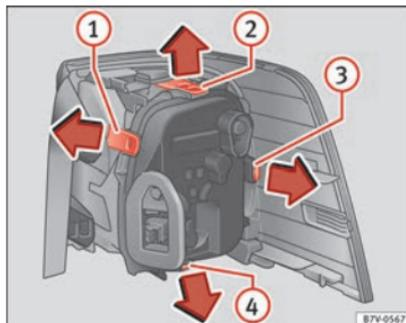

Fig. 114 Luz traseira na carroçaria: desmontar o porta-lâmpadas. ① a ④ linguetas de bloqueio.
8.	Para desbloquear o porta-lâmpadas, pressionar as linguetas de bloqueio » Fig. 114 ① a ④ no sentido da seta.